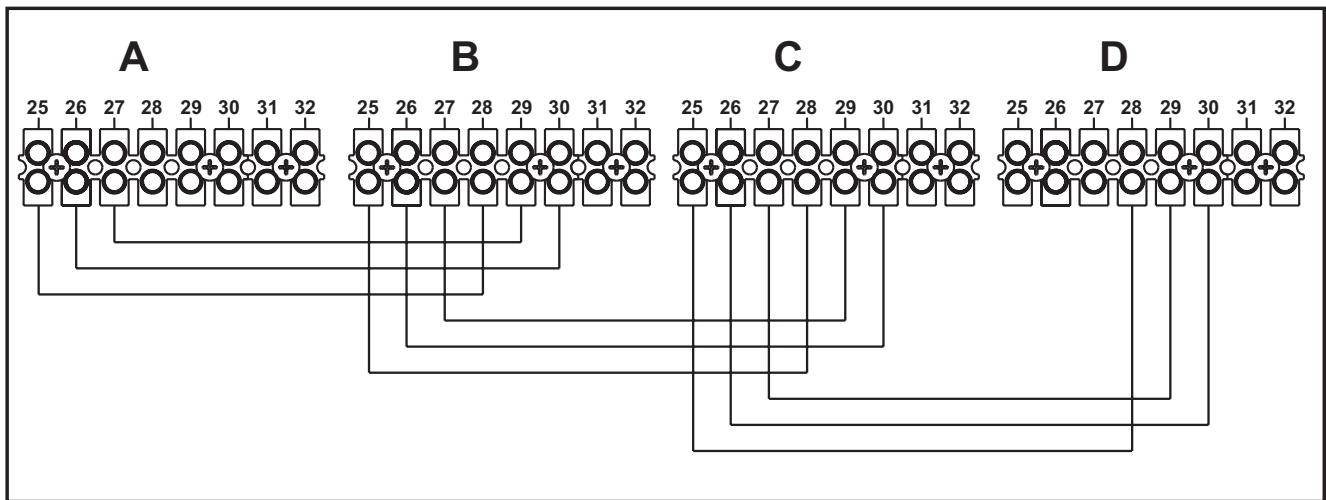

fig. 24 - Collegamento in cascata
1. Collegare i moduli come mostrato in fig. 24
Se questo non avviene, togliere alimentazione elettrica e controllare il cablaggio in fig. 24.